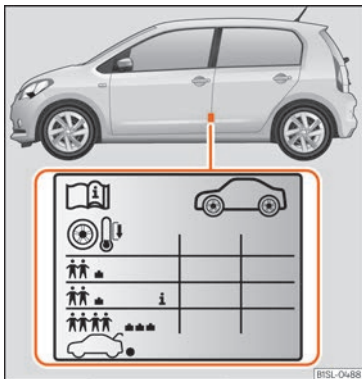

Abb. 168 Einbauort des Aufklebers für den Reifendruck.
- Passen Sie bei größerer Zuladung den Reifendruck entsprechend an »» **Abb. 168**.
Die Angaben zum Reifendruck befinden sich auf einem Aufkleber an der B-Säule der Fahrertür »» **Abb. 168**.
Je nach Fahrzeug kann der Reifendruck auf halbe Last eingestellt werden, um den Fahrkomfort zu verbessern [Reifendruck **i** »» **Abb. 168**]. Beim Fahren mit Komfort-Reifendruck kann sich der Energieverbrauch leicht erhöhen.
Der Reifendruck muss der aktuellen Fahrzeugbelastung angepasst werden. Wenn das Fahrzeug voll beladen werden soll, muss der Reifendruck entsprechend dem auf dem Reifendruck-Aufkleber »» **Abb. 168** angegebenen maximalen Wert erhöht werden.
Füllen Sie bei einem minimierten Notrad (125/70 R16 oder 125/70 R18) auf einen Druck von 4,2 bar, gemäß Angabe auf dem Aufkleber mit den Reifendruckwerten »» **Abb. 168**.
»» Abb. 168.
- Immer den richtigen Reifenfülldruck am kalten Reifen einhalten, wie auf dem Aufkleber angegeben »» Abb. 168.